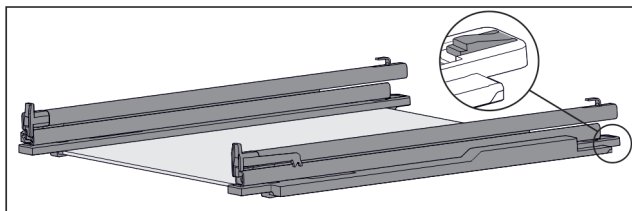

Fig. 133 Стекла́нная пласти́на с напра́вляющими и крепе́жными эле́ментами
- Крепежный элемент сзади прижмите вниз (см. Fig. 133) и одновременно отодвиньте направляющую назад.